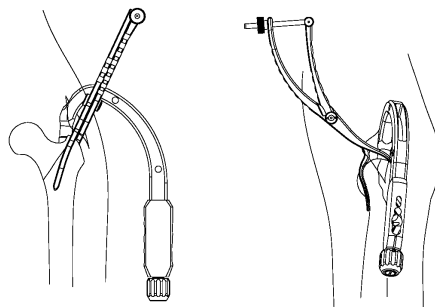

図9
- 4) 鉗子での整復位保持状態でエントリーホールの開窓を行い、ネイルを挿入します。（図9）